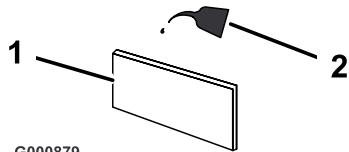

Figura 32
- C. Embeba o elemento em óleo de motor novo (Figura 32). Aperte o elemento para remover o excesso de óleo.